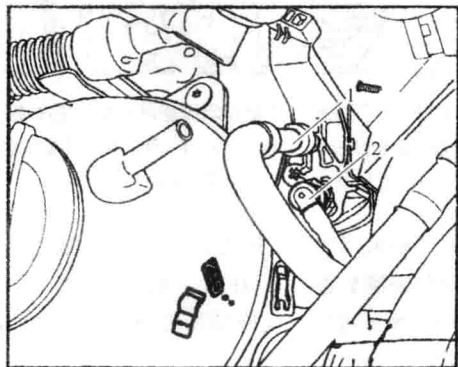

图 1-10 按压卡环脱开燃油管路和活性炭罐的管路
16) 如图 1-10 所示, 按压卡环脱开燃油管路和活性炭罐的管路。